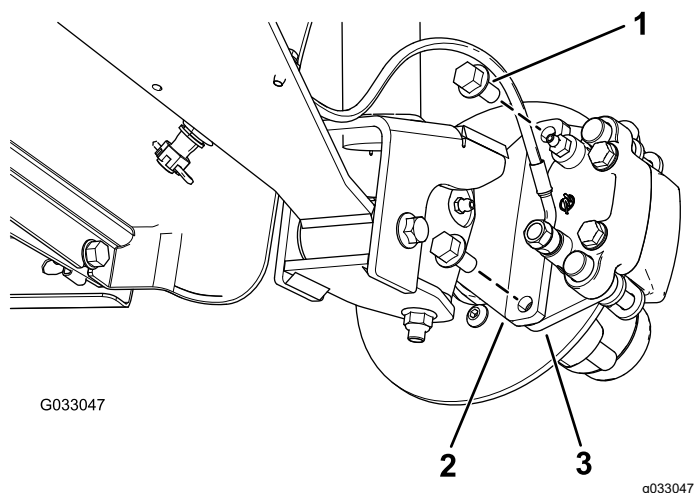
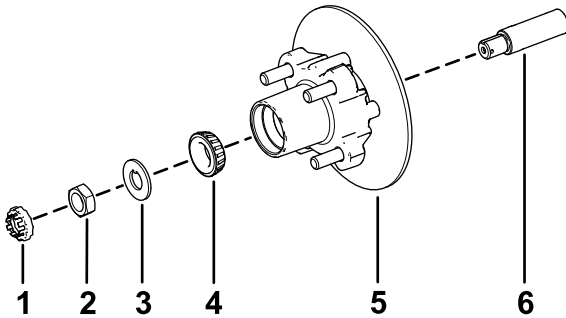

Figure 31
Figure 35
3. Retirez les boulons à embase ($\frac{3}{8} \times \frac{3}{4}$ po) qui fixent le support du frein à la fusée et séparez le frein de la fusée (Figure 31).
1. Appliquez une fine couche de la graisse spécifiée sur la fusée (Figure 35).
2. Montez le moyeu et le disque sur la fusée, en plaçant le disque à l'intérieur (Figure 35).
3. Montez le roulement extérieur sur la fusée et poussez-le contre la bague extérieure (Figure 35).
4. Placez la rondelle à languette sur la fusée (Figure 35).
5. Vissez l'écrou de fusée sur la fusée et serrez-le à 15 N·m (11 pi-lb) tout en tournant le moyeu pour asseoir le roulement (Figure 35).
2. Placez les plaquettes de frein de chaque côté du disque (Figure 31), puis alignez les trous du support d'étrier et les trous du support de frein sur le porte-fusée (Figure 35).
3. Fixez le support d'étrier au porte-fusée (Figure 31) à l'aide des 2 boulons à embase ($\frac{3}{8} \times \frac{3}{4}$ po). Serrez les 2 boulons à embase à un couple de 47 à 54 N·m (35 à 40 pi-lb).